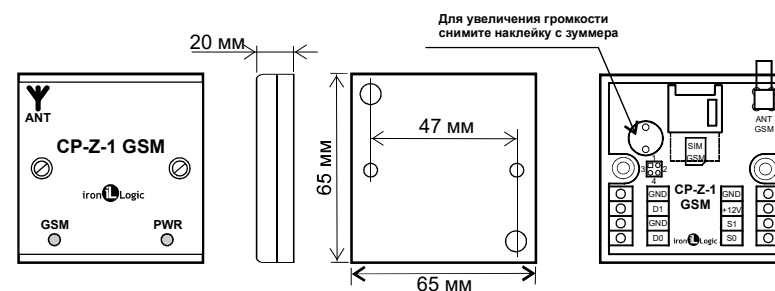

Рис.1 Габариты изделия.
1. Разметьте и просверлите отверстия для крепления под размер отверстий считывателя (см. рис. 1).
Текущий режим работы считывателя отображается индикаторами «PWR» и «GSM» (см. рис. 1), их назначение представлено в таблице 6.